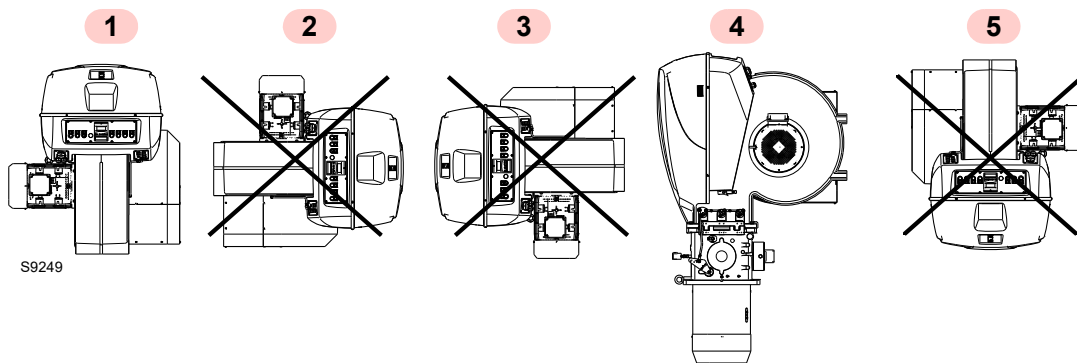

Fig. 11
- El quemador está preparado exclusivamente para funcionar en las posiciones **1** y **4** (Fig. 11).